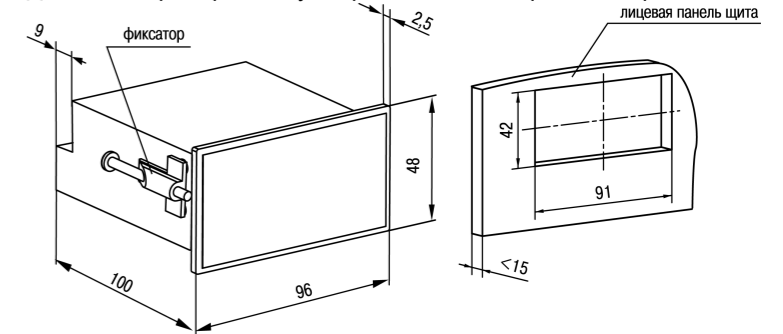

Рисунок 2 – Габаритные размеры корпуса Щ2
1. Подготовить на щите управления монтажный вырез для установки прибора (см. рисунок 2).